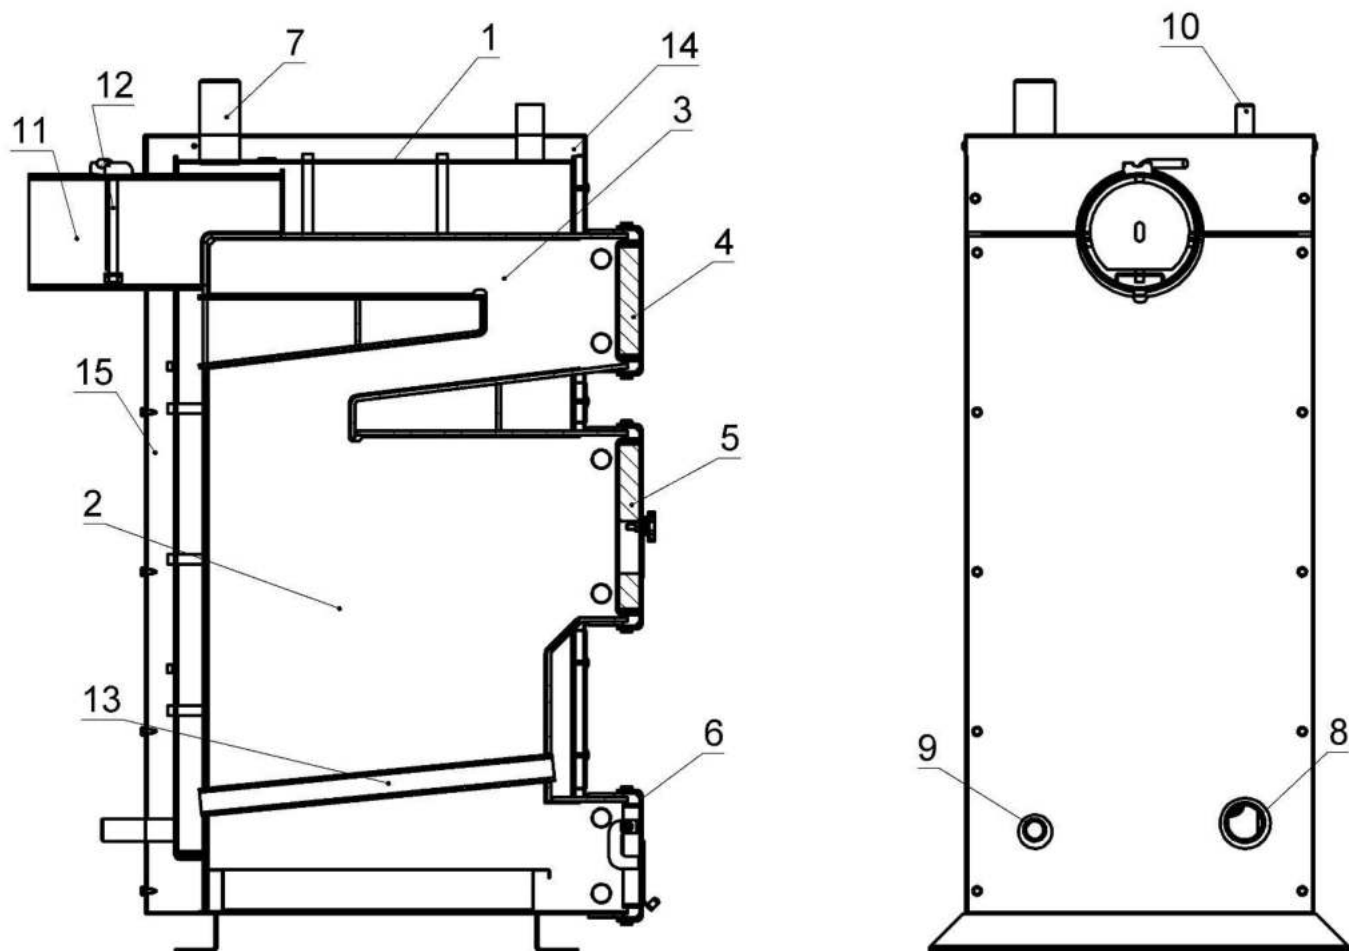

Рисунок 5.1 – Зовнішній вигляд та основні елементи котла типу КТД
Конструктивно котел являє собою збірно-зварену конструкцію, що складається з корпусу (поз. 1, рис. 5.1) з камерою згоряння (топкою) (поз. 2, рис. 5.1). Над топкою розташована конвекційна частина котла (поз. 3, рис. 5.1), що являє собою високоефективний двоходовий теплообмінник.
Корпус котла виконаний в формі паралелепіпеду з подвійними стінками, які розділені водними перегородками (поз. 15, рис. 5.1). На зовнішній поверхні корпусу під декоративною обшивкою закріплена теплова ізоляція. (поз. 16, рис. 5.1). Паливо для процесу спалення завантажується на колосникові ґрати (поз. 13, рис. 5.1) крізь завантажувальні дверцята (поз. 5, рис. 5.1). Колосникові ґрати виконані з товстостінних безшовних труб по яких постійно циркулює вода з водяної оболонки котла, що унеможлиблює їх прогорання. Згоряння палива в топці відбувається за участю повітря, яке постачається в топку наступним чином:
Підведення і відведення теплоносія здійснюється відповідно через патрубки зворотної мережної води (поз. 8, рис. 5.1) і прямої мережної води (поз. 7, рис. 5.1).
Топочні гази виходять у димохід крізь боров (поз. 11, рис. 5.1), розташований у задній частині котла. Боров обладнано вбудованим дросельним клапаном продуктів згоряння – шибером (поз. 12, рис. 5.1). У випадку надто високої тяги у димоході шибер дає можливість її знизити шляхом часткового перекидання вихідного отвору борова.
У верхній частині корпусу котла розташований штуцер для встановлення групи безпеки котла (поз. 10, рис. 5.1).
На бічній стінці корпусу у нижній її частині розміщено штуцер для зливу води з котла (поз. 9, рис. 5.1).
- дверцята для періодичного обслуговування (чищення) конвекційної частини котла (поз. 4, рис. 5.1);
- ревізійний дверцята (поз. 6, рис. 5.1) для періодичного чищення колосникових ґрат.
Регулятор тяги необхідно приєднати до патрубку з внутрішньою різьбою, який знаходиться у верхній частині корпусу (рис. 5.1). Різьбове з'єднання при цьому потрібно ущільнити. Регулятор повернути таким чином, щоб наконечник для закріплення шестигранного важеля (з комплекту регулятора) був направлений вправо.